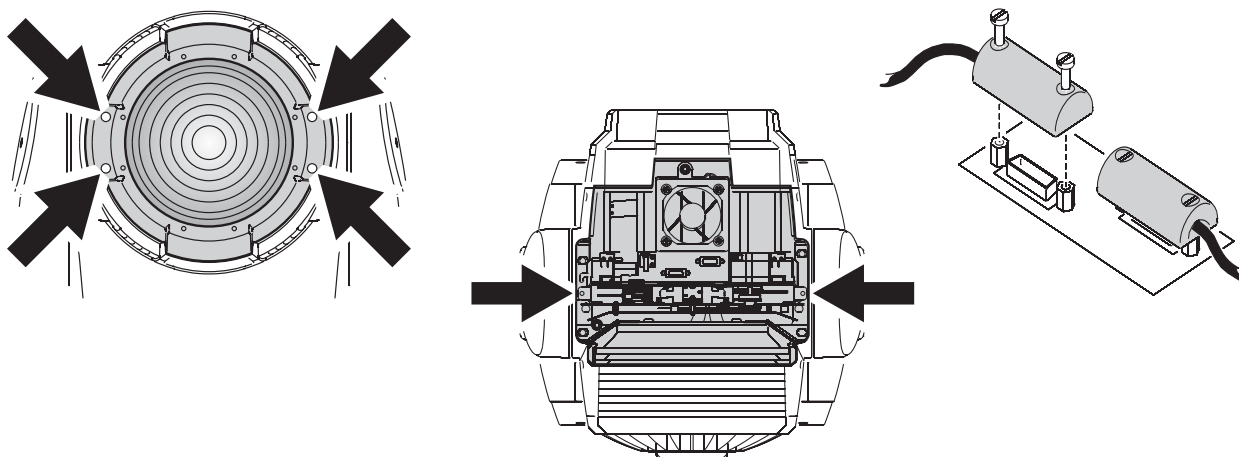

Figura 11: Rimozione del modulo degli effetti
1. Rimuovere le 4 viti di sostegno della ghiera della lente frontale (vedere Figura 11) e togliere quest'ultima.
3. Prima di allontanare il modulo dal proiettore, allentare le viti dei 2 connettori dei cavi del modulo come mostrato in Figura 11.